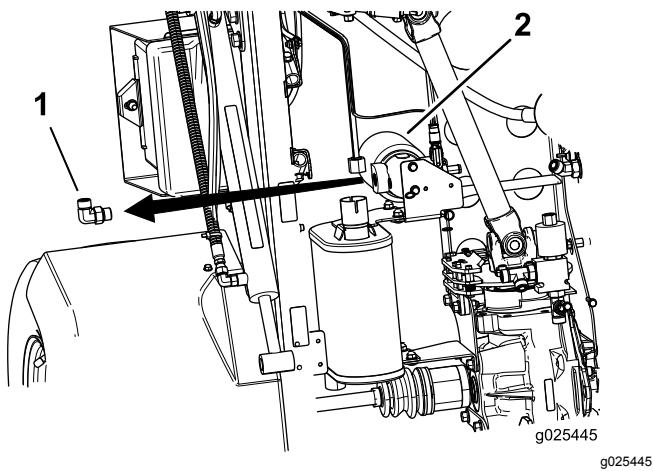

図 14
1. 油圧オイルフィルタに付いている 90° フィッティングを外す図 14。